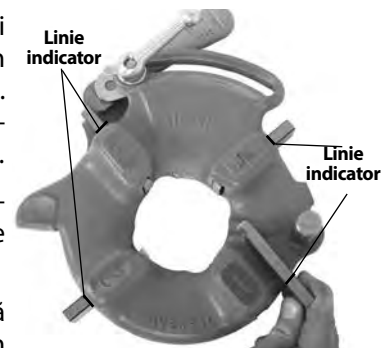

Figura 8 – Inserare filiere
4. Ridicați limba șaibei afară din fanta din bara de dimensiuni. Mișcați piulița la capătul fantei (Figura 8).
6. Inserați cuțite-filieră corespunzătoare în capul-filieră, cu marginea numerotată în sus, până când linia indicatorului este la nivel cu muchia capului (vezi Figura 8). Numerele de pe cuțitele-filieră trebuie să corespundă cu cele de pe fantele capului-filieră. Întotdeauna schimbați cuțitele-filieră ca seturi – nu amestecați cuțitele-filieră din diferite seturi.